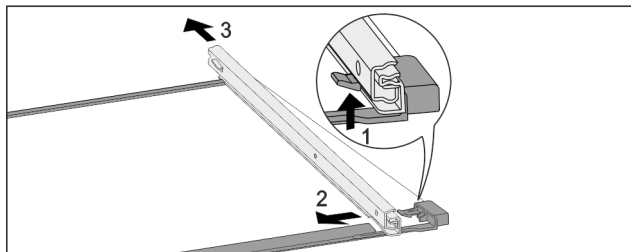

Fig. 71 Sklenená doska s koľajničkami
- ▶ Potlačte predný západkový hák nahor. Fig. 71 (1)
- ▶ Odsuňte vyťahovaciu koľajničku do strany Fig. 71 (2) a dozadu Fig. 71 (3).